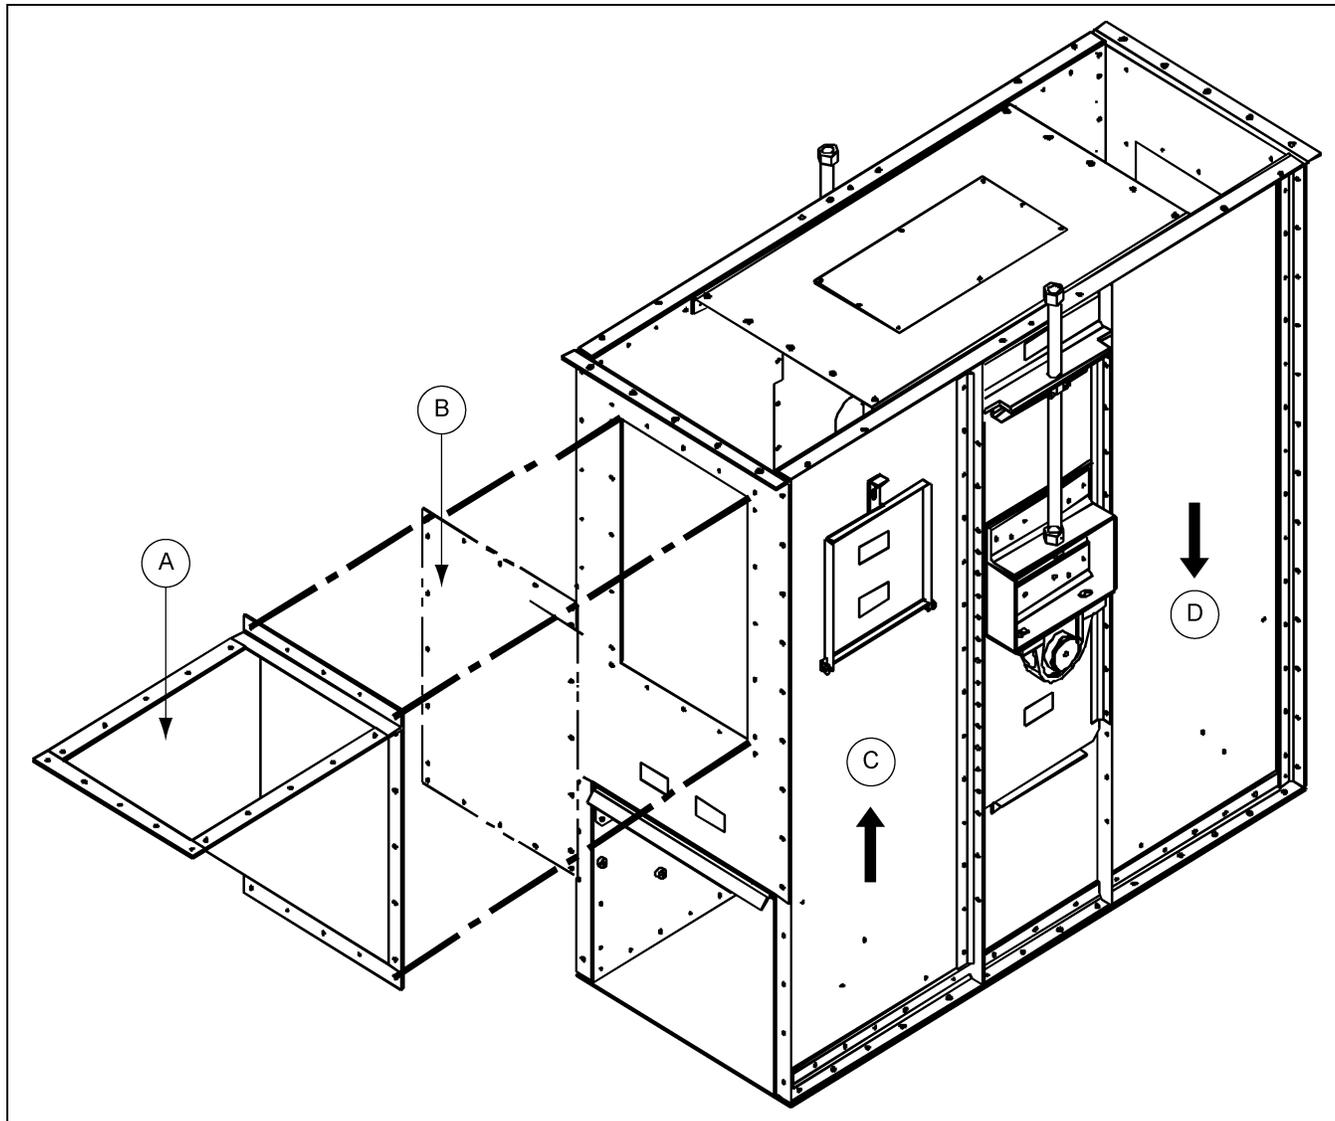

Рисунок 6А Секция загрузочной воронки
3. Определите верхнюю и нижнюю стороны воронки. (см. рисунок 6А.)